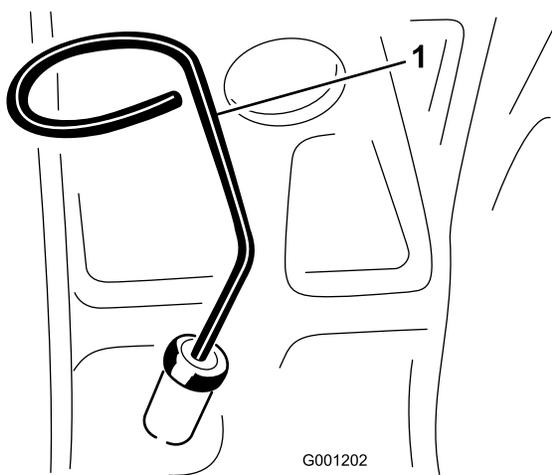

Figure 21
2. Retirez la jauge, essuyez-la sur un chiffon et remettez-la dans le goulot de remplissage (Figure 21). Sortez de nouveau la jauge et vérifiez le niveau d'huile. Le niveau d'huile doit atteindre le repère du plein (FULL) sur la jauge.